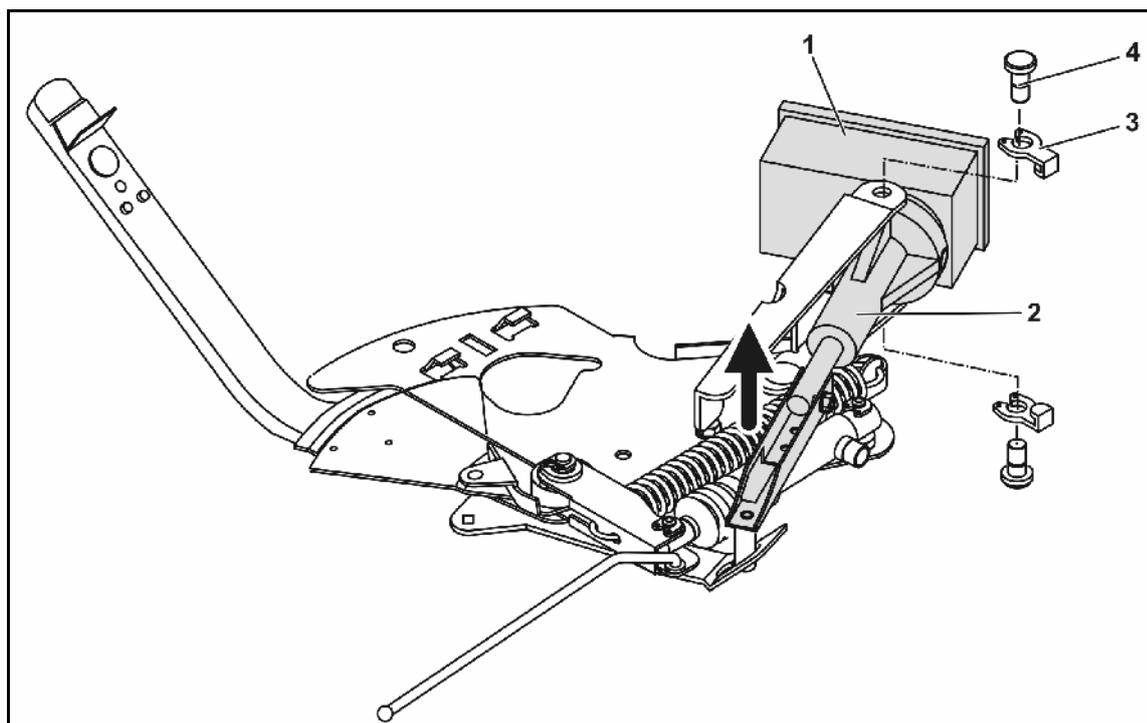

Fig. 65
1. Retirez les deux circlips (Fig. 65/3) avec une pince à circlip.
2. Retirez les deux axes d'articulation (Fig. 65/4).
3. Retirez le servomoteur (Fig. 65/1) de la console moteur.
4. Soulevez le servomoteur et décrochez le tirant (Fig. 65/2) de la prise de connexion de la trappe de dosage.
Immobilisez le tirant décroché (Fig. 65/2) à l'aide de moyens appropriés afin d'éviter qu'il n'interfère dans la zone de travail du vérin hydraulique.